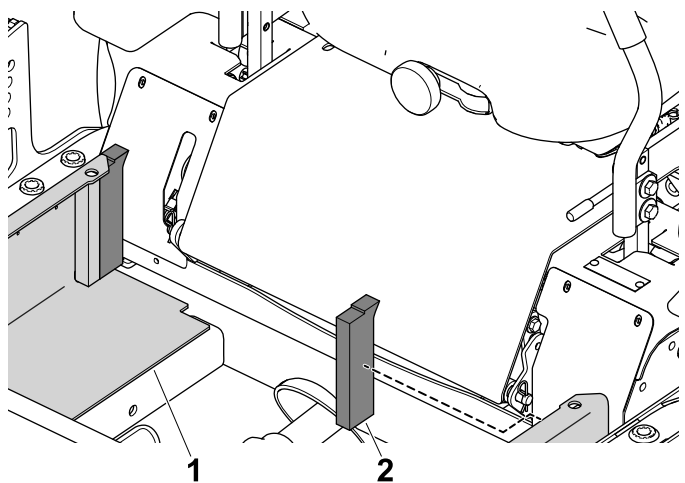

Figure 10
2. Retirez la pellicule protectrice et appliquez le joint en mousse sur le cadre (Figure 10).